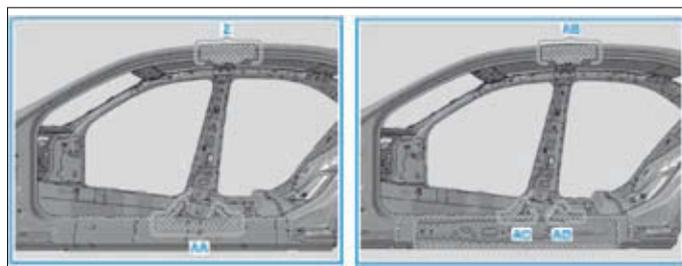

FIG. 75
- Polir jusqu'au nu du métal les surfaces de raccordement sur la superstructure dans les zones quadrillées (Fig.75).